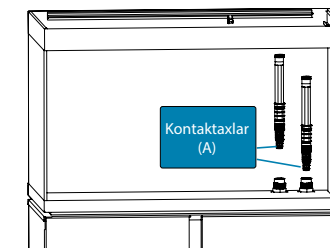

Bild 2
- Skjut kontaktaxeln (A) helt genom öppningen (O) tills den stannar (bild 2).
- Skjut den andra kontaktaxeln (A) helt genom öppningen (I) tills den stannar (bild 2).